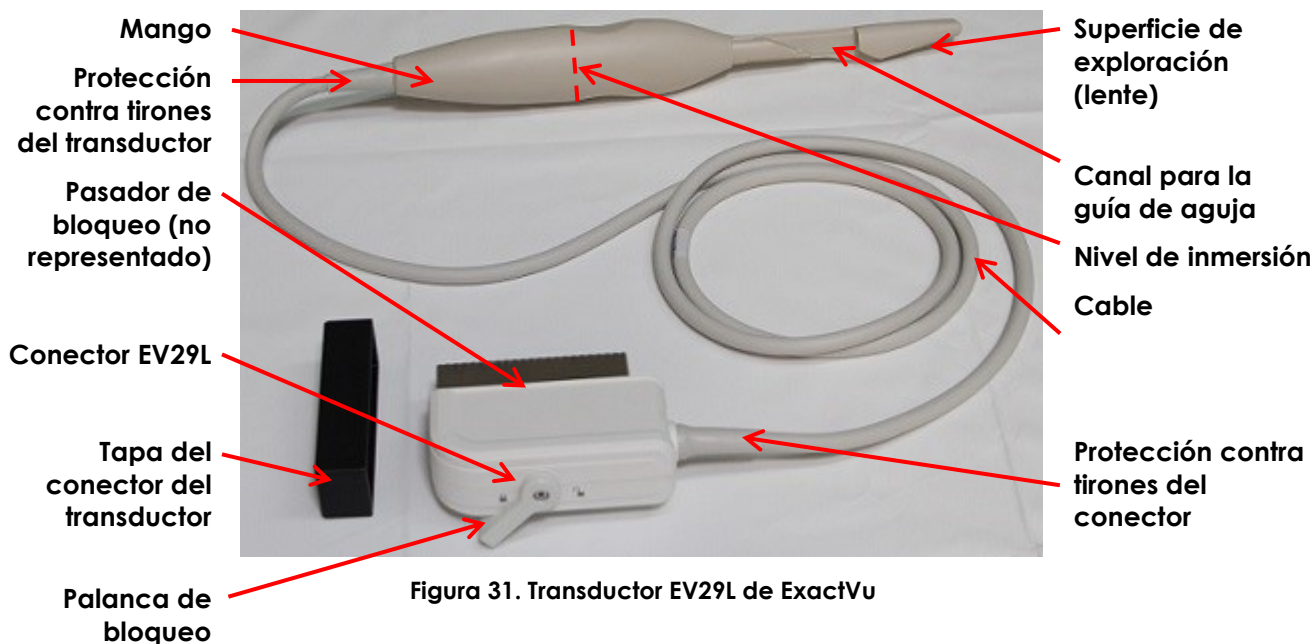

Figura 31. Transductor EV29L de ExactVu
Este procedimiento requiere lavar, remojar y enjuagar el transductor en diversas soluciones. En todos los casos, el transductor debe estar expuesto a la solución hasta aproximadamente la mitad del mango (véase el *nivel de inmersión* en la Figura 31).
- Las partes del transductor EV29L que no entran en contacto con la funda durante un procedimiento de ETR o, en otras palabras, la parte del transductor que está por encima del *nivel de inmersión* (consulte la Figura 31).
En este procedimiento, *por encima* del nivel de inmersión significa en dirección *contraria* a la superficie de exploración (consulte la Figura 31).
- Las partes del transductor EV29L que entran en contacto con la funda durante un procedimiento de ETR o, en otras palabras, la parte del transductor que está por debajo o a la altura del *nivel de inmersión* (consulte la Figura 31). En relación con las partes anteriores, para conocer el *nivel de inmersión* (incluyendo el cable) consulte el apartado 2.2.
- Llene el *depósito del limpiador* con un volumen suficiente de solución de limpieza para poder introducir el transductor EV29L hasta el *nivel de inmersión* indicado en la Figura 31.
- Sumerja el transductor EV29L en la solución de limpieza hasta el *nivel de inmersión* indicado en la Figura 31.
- Llene el *depósito de desinfección de alto nivel* con un volumen suficiente de desinfectante de alto nivel para poder introducir el transductor EV29L hasta el *nivel de inmersión* indicado en la Figura 31.
- Sumerja el transductor EV29L en el desinfectante de alto nivel hasta el *nivel de inmersión* indicado en la Figura 31.